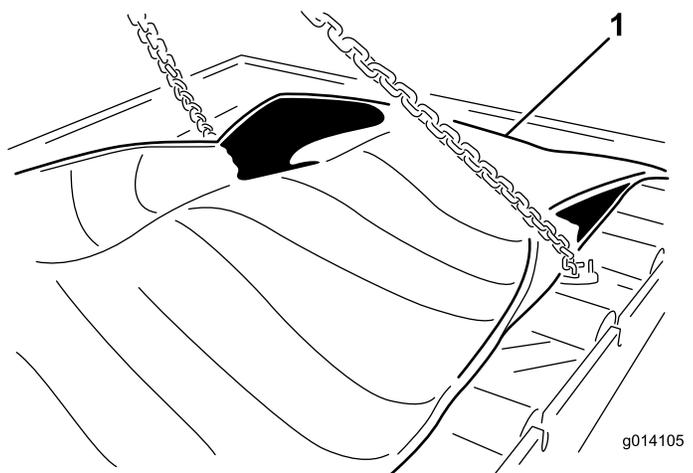

Рисунок 54
23. Отверните 24 болта крепления съемного блока (Рисунок 54).